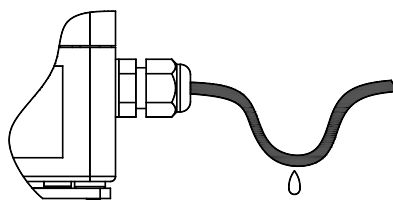

Рисунок 8.9
8.6.12 Для предотвращения скапливания конденсата непосредственно перед герметичным вводом и попадания внутрь ПМ влаги рекомендуется сделать небольшой прогиб кабеля (см. рисунок 8.9).